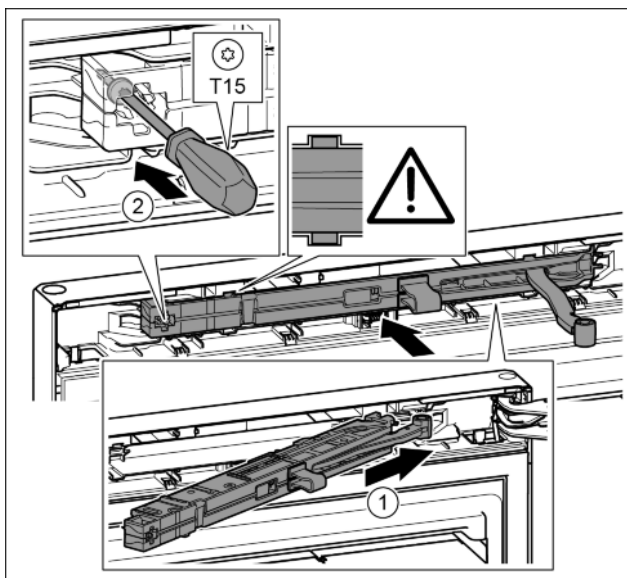

Fig. 22
- ▶ Jednotku tlumiče zavírání na straně stojanu ložiska zasuňte až na doraz šikmo do výklenku. Fig. 22 (1)
- ▶ Šroubovákem T15 pevně utáhněte šroub. Fig. 22 (2)